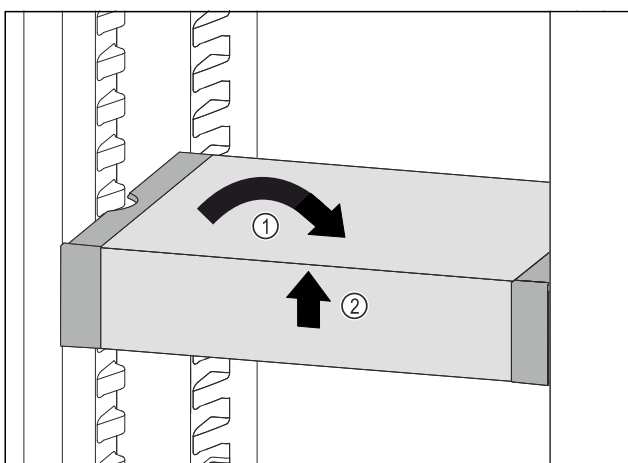

Fig. 94
- VarioSafe recht zetten. Fig. 94 (1)
- VarioSafe aan voorkant optillen. Fig. 94 (2)